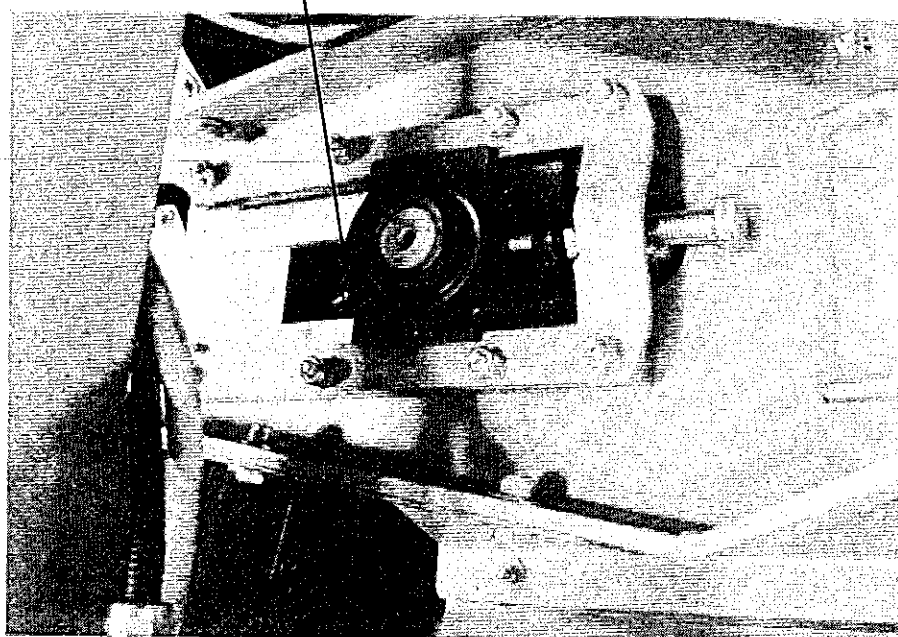

Fig. 8-7
- 8) Ingrassaggio cuscinetto rullo folle del nastro materiale fine fig. 8-7 Part. 8 q.tà 2